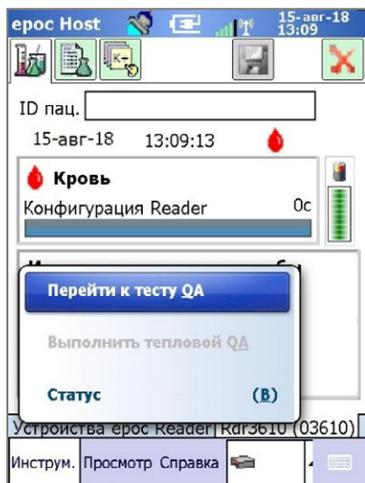

Рис. 14.
1. Запустите тест QA, выбрав пункт **Выполнить тест QA**, или перейдите к тесту QA во время выполнения анализа крови (рис. 14).